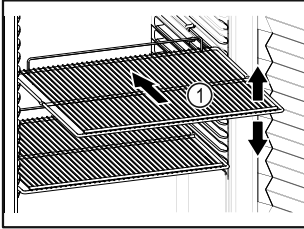

Fig. 61 Voorbeeld
- Indien de legroosters Fig. 61 (1) verplaatsbaar zijn, deze aan de hoogte aanpassen.